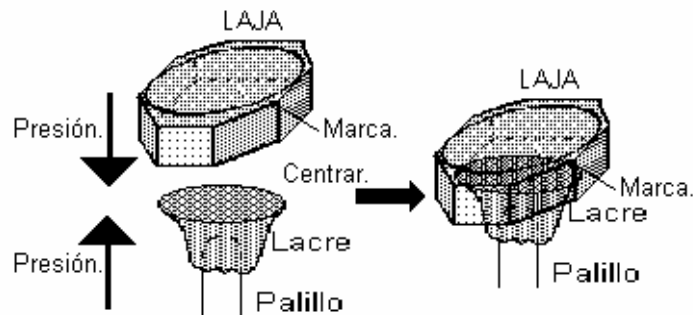

Figura 16: Colocación de la piedra en el palillo con lacre.
E) Cuando la piedra está caliente, se toma con las manos y se presiona contra el palillo con lacre, tratando de que la piedra quede centrada y su base perpendicular al palillo. Este proceso se termina hasta que la piedra se enfría, para enfriar la piedra se puede sumergir en agua, sin que el agua toque el lacre. Se debe de tener cuidado de que el lacre no se escurra sobre la orilla de la roca, pues puede oscurecer la cintura de la piedra (**Figura 16**).